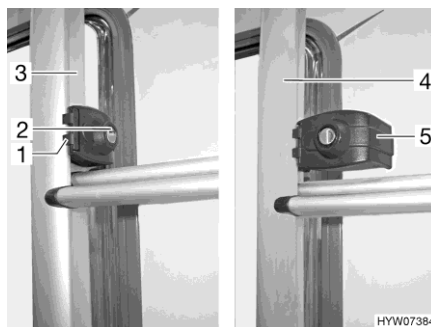

Fig. 4 Bloccaggio (scaletta del portapacchi)
- Inserire la chiave nel cilindro della serratura (Fig. 4,2) del bloccaggio della scaletta del portapacchi (Fig. 4,1) e ruotarla un quarto di giro finché la chiave non si trova in posizione verticale.
- Tenere ferma la parte ribaltabile della scaletta del portapacchi (Fig. 4,4) e girare l'archetto di sicurezza (Fig. 4,5).
- Inserire la chiave nel cilindro della serratura (Fig. 4,2) del bloccaggio della scaletta del portapacchi (Fig. 4,1).
- Ruotare l'archetto di sicurezza (Fig. 4,5) verso l'interno intorno al tubo della parte fissa della scaletta del portapacchi (Fig. 4,3).